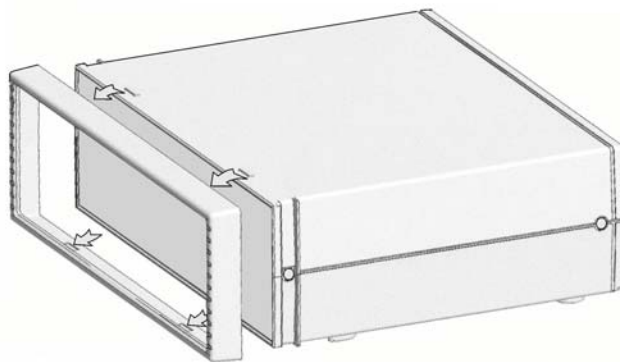

Abb. 1
2. Zum Zugang zu den beiden vorderen Gehäusebefestigungselementen zuerst die vordere Blende durch Anheben der Oberkante und Herausziehen nach vorne abnehmen. Damit wird die Blende über die beiden kurzen Halterippen auf dem Gehäuse gedrückt. Dasselbe Verfahren für die Unterkante wiederholen (siehe Abb. 1).
8. Abschließend muss die Blende wieder angebracht werden. Dazu auf die Vorderkante der Blende in der Nähe der Halterippen (Abb. 1) drücken, bis die Blende auf dem Gehäuse einschnappt.